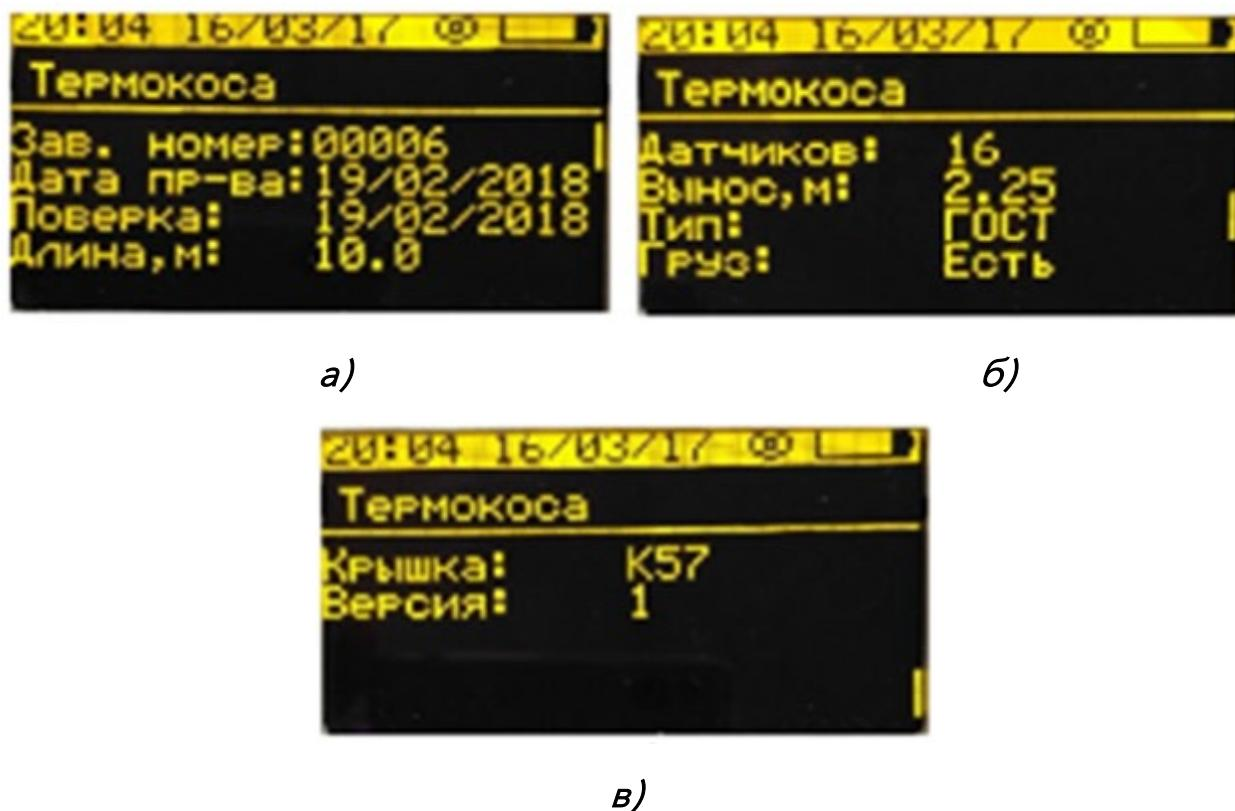

Рисунок 10. Настройки. Термокоса: на изображениях а-в представлен полный список параметров термокосы
6.6.4. «Термокоса» (Рисунок 10, а-в). На дисплей выводится полная информация о подключенном устройстве (ИТМ):